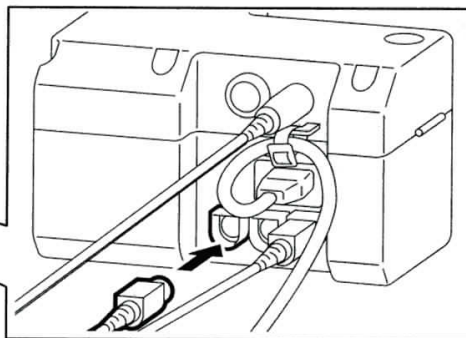

図4
- (2) 束ねてあるフットボード昇降用モーターハーネスを外す。
(3) ヘッドボード昇降用モーターハーネスをアクチュエータのコネクタにしっかり差し込む。図4